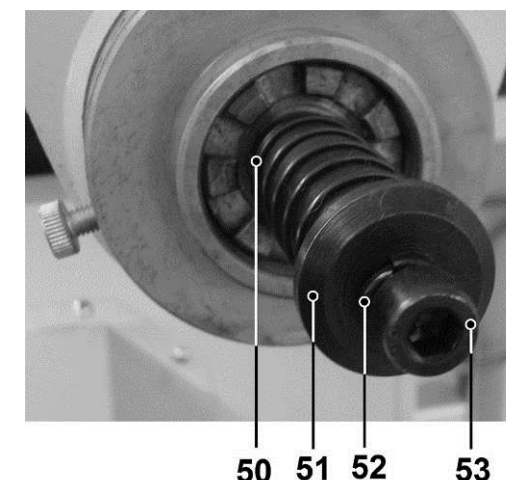
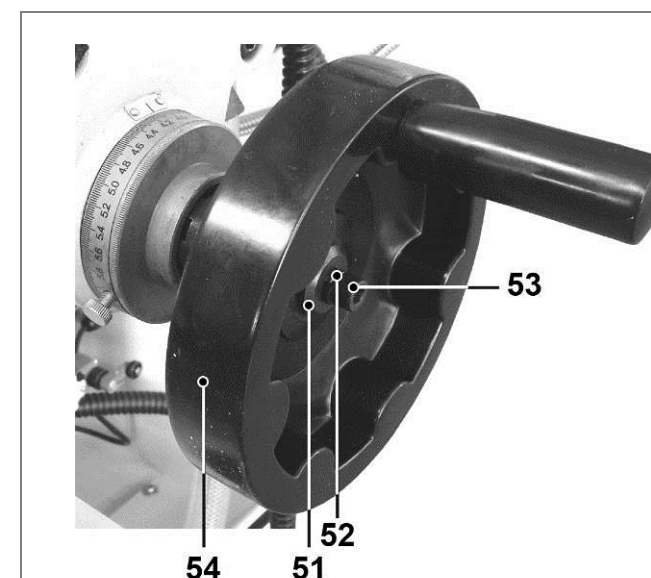

Рис. 7
Рис. 8
8.1.2. Установите маховики (Е) (Рис. 2) (54) (Рис. 8) на станок. Выкрутите болт (53), снимите шайбы (51, 52) и не снимая пружину (50) (Рис. 7), установите на ось с пружиной (50) маховик (54). Закрутите с внешней стороны маховика болт (53) с установленными шайбами 51, 52) (Рис. 8).